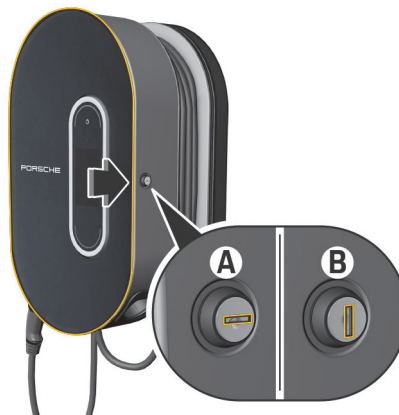

Fig. 238 Charge Dock
- ▶ Vri låsen til posisjon **A** (Fig. 238).
- ▶ Vri låsen til posisjon **B** (Fig. 238).